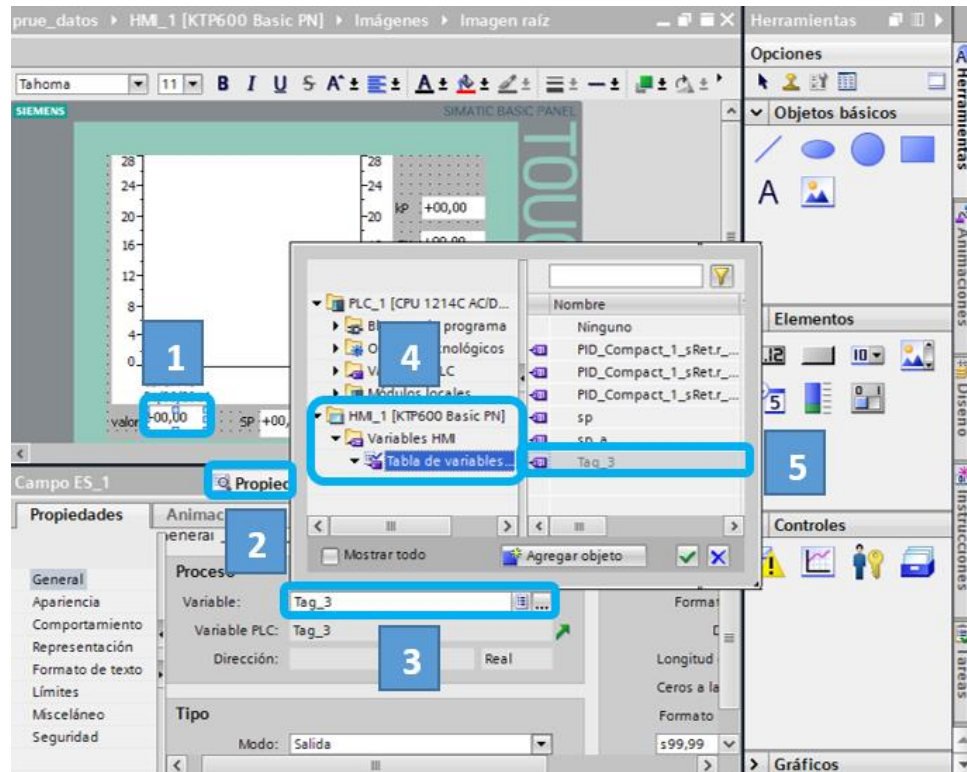
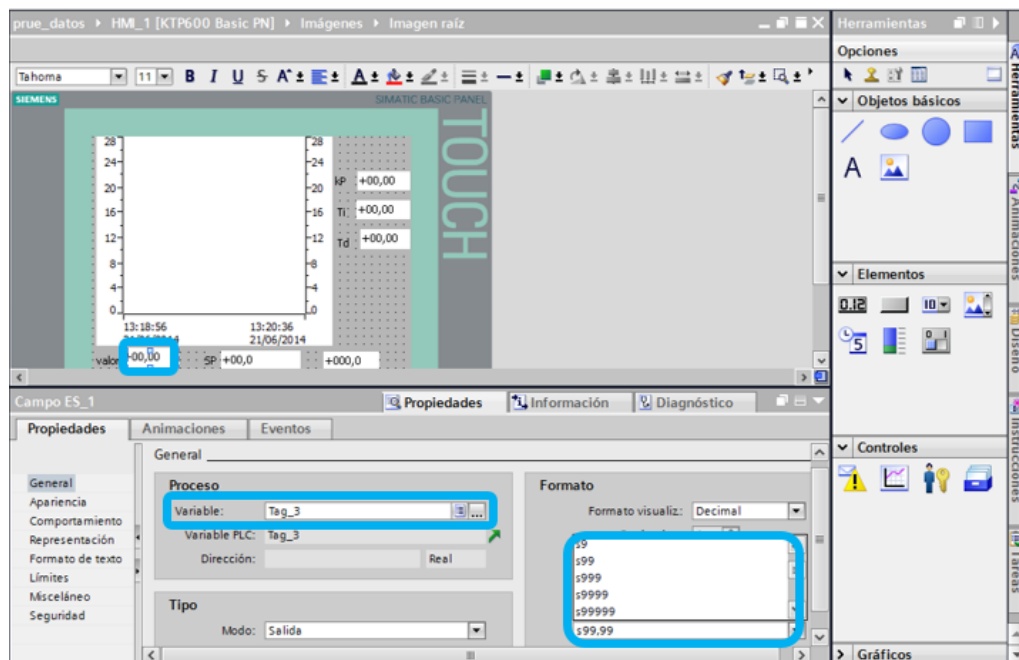

Figura 2.60: Enlazar la variable del HMI el campo de E/S del HMI.
Figura 2.61: Formato de presentación de la variable.
3. Dar doble clic sobre el campo de entrada-salida, dirigirse a Propiedades/General/Proceso, dar clic en los puntos (3) de variable para que se desplieguen las carpetas y dirigirse a las variables del HMI y elegir la que se desea como se indica en la figura 2.60. También se puede configurar el formato de presentación de la variable como se indica en la figura 2.61.